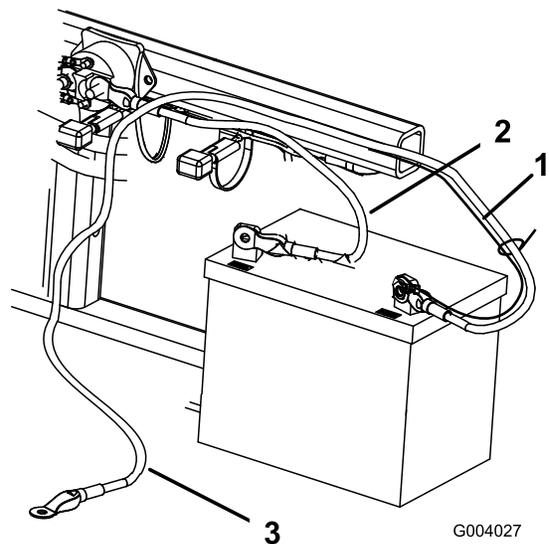

Bild 6
2. Befestigen Sie das Pluskabel (rot) mit einer Schraube ($\frac{1}{4}$ "- x $\frac{5}{8}$ "") und einer Sicherungsmutter am Pluspol (+) (Bild 6).
3. Befestigen Sie den kleinen schwarzen Draht und das Minuskabel (schwarz) mit einer Schraube ($\frac{1}{4}$ " x $\frac{5}{8}$ "") und einer Sicherungsmutter ($\frac{1}{4}$ "") an der Minusklemme (-) der Batterie (Bild 6).